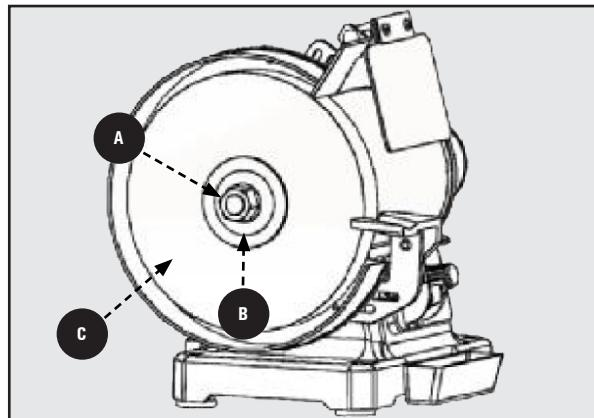

Figure 9
1. Retirez les (2) ainsi que le bouton de verrouillage inférieur et le boulon de carrosserie qui fixent les supports de porte-outils. Ces sécurités la paroi extérieure du garde-meule au châssis de l'outil.
4. Retirez l'écrou de l'arbre **A**, la flasque de la meule **B** et la vieille meule **C**. Voir Figure 9.